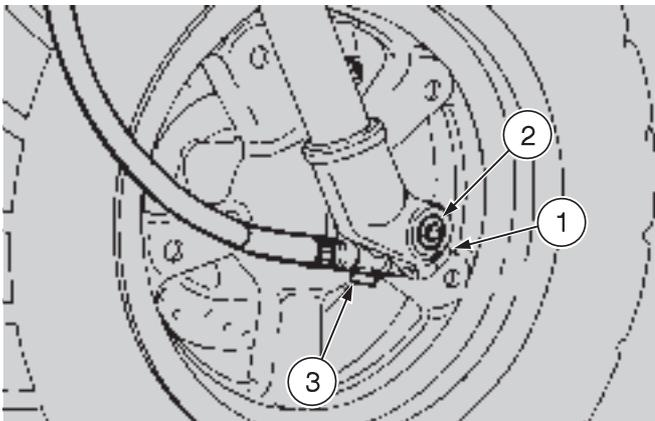
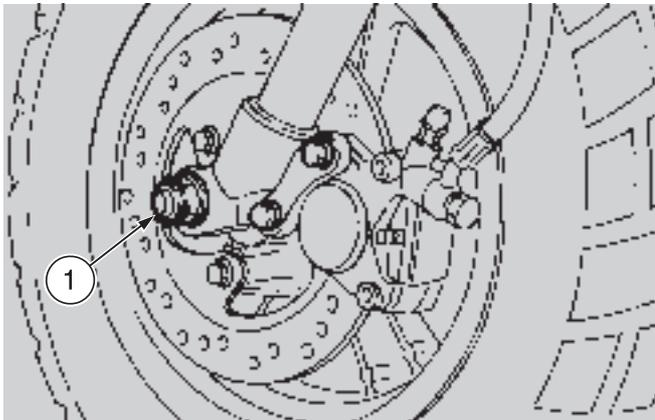

Abb. 30
Abb. 31
- ◆ Die Achsklemmschraube (1-Abb. 30) lösen.
- ◆ Achsschraube mit einem Sechskant-Schraubenzieher blockieren (2-Abb. 30).
- ◆ Die Mutter (1-Abb. 31) wegnehmen und die Scheibe auffangen.
- ◆ Die Achsschraube (2-Abb. 30) durch leichten Druck auf das Gewindeteil schieben und falls erforderlich einen Gummihammer verwenden.
- ◆ Geschwindigkeitsmesser-/Kilometerzähleranschluß (3-Abb. 30) trennen.
- ◆ Den Kilometerzähleranschluß (3-Abb. 30) in die hierfür vorgesehene Position auf der Radnabe platzieren.
- ◆ Steckachse (2-Abb. 30) von der rechten Seite des Fahrzeuges aufstecken (Fahrtrichtung).
- ◆ Die Scheibe aufstecken, die Drehung der Achsschraube (2-Abb. 30) mit einem Sechskantschraubendreher blockieren und die Mutter (1-Abb. 31) festziehen.
- ◆ Die Achsklemmschraube (1-Abb. 30) festziehen.